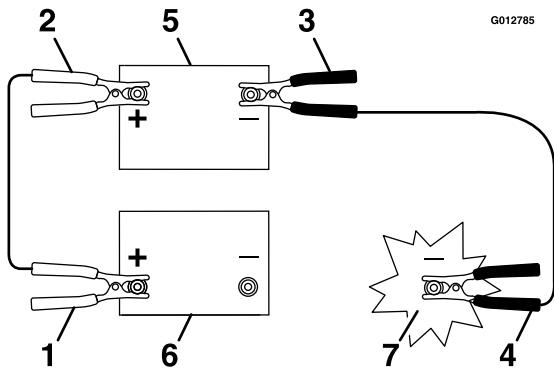

Figure 54
4. Connectez le câble positif (+) à la borne positive (+) de la batterie à plat qui est reliée au démarreur ou au solenoïde, comme montré à la Figure 54.